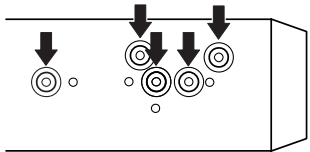
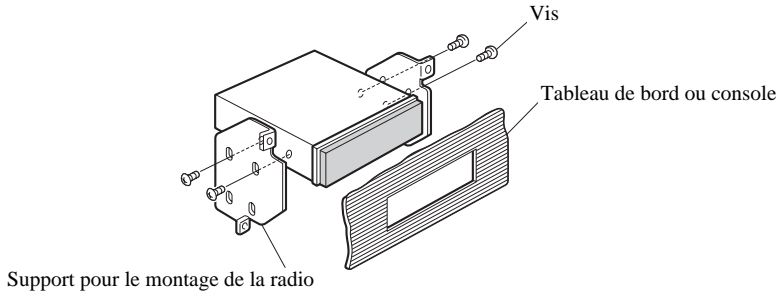

Fig. 8
Fig. 9
2. Fixation de l'appareil au support pour le montage de la radio installée par le constructeur. (Fig. 8) (Fig. 9)